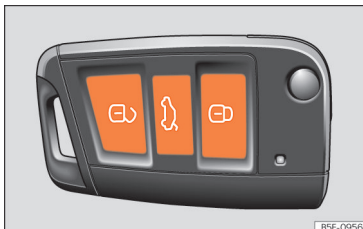

Рис. 51 Клавiшi пульта дистанційного управління
- Замикання: натисніть клавiшу >>> **рис. 51**.